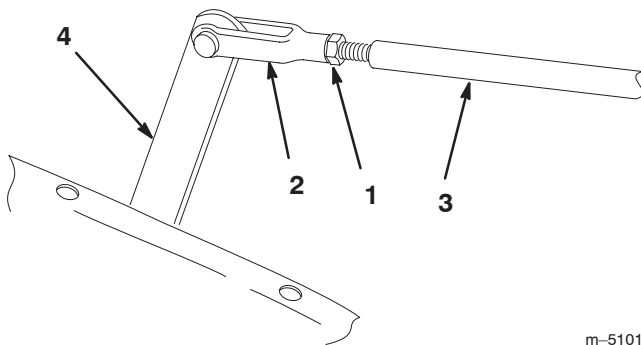

Bild 46
3. Bewegen Sie den Einstellhebel per Hand um die Mäh- und Hubpedale zu nivellieren. Stellen Sie dann das Joch an der Schaltstange so ein, dass das Loch im Joch mit dem im Einstellhebel übereinstimmt (Bild 46).